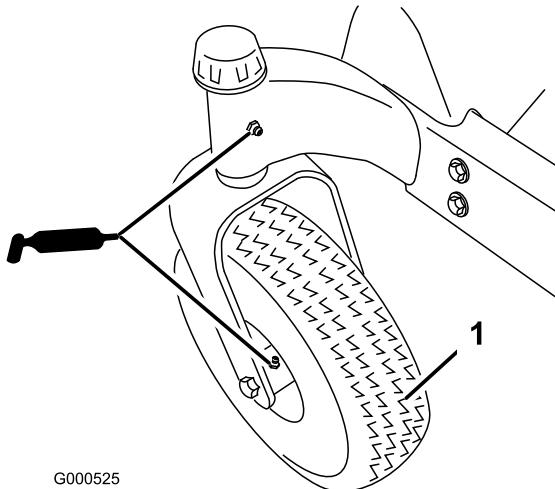
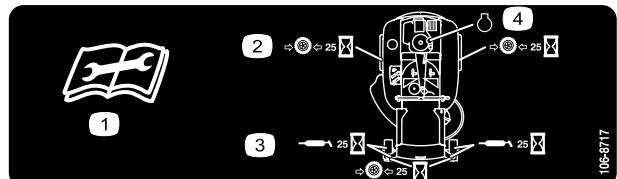

Bild 19
Bild 20
Fetten Sie die vorderen Laufradgelenke und -räder ein (Bild 19).
3. Reinigen Sie die Schmiernippel (Bild 19 und Bild 20) mit einem Lappen. Kratzen Sie bei Bedarf Farbe vorne von den Nippeln ab.
4. Setzen Sie die Fettpresse nacheinander an allen Nippeln an (Bild 19 und Bild 20). Fetten Sie die Nippel, bis das Fett beginnt, aus den Lagern auszutreten.